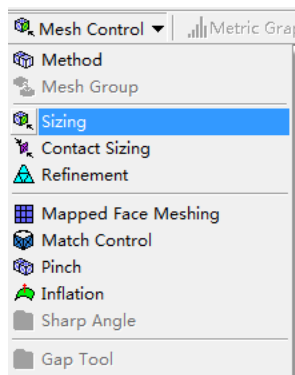
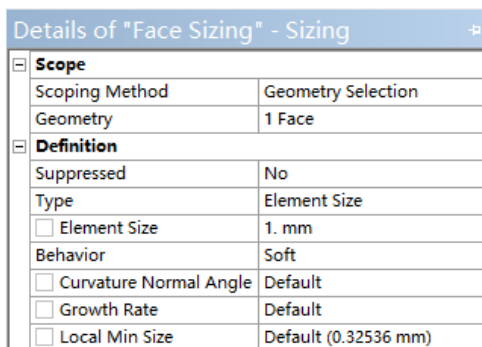

图 12-5 添加网格尺寸控制
图 12-6 设置面划分尺寸
2) 在“Mesh”上单击，然后在工具栏中选择“Mesh Control”→“Sizing”，如图 12-5 所示，然后选择待划分的面体，在细节窗口“Geometry”中单击“Apply”按钮，设置“Element Size”（单元尺寸）为“1mm”，如图 12-6 所示。